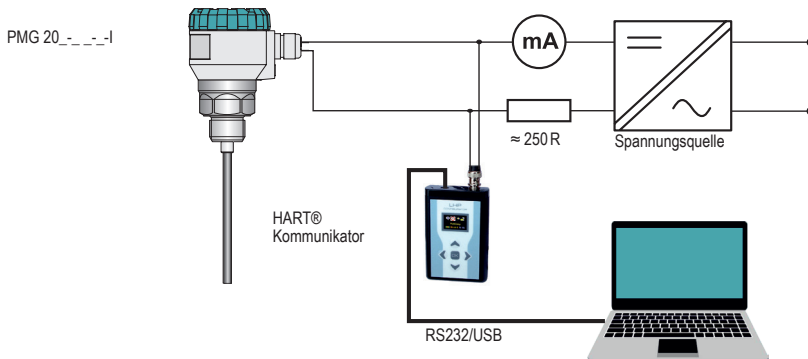

Abb. 28: Anschluss der Peripherie-Geräte mit HART-Protokoll
Eine universelle Kommunikationsschnittstelle für die Kommunikation der Peripherie-Geräte mit dem Produkt. Die Datenkommunikation erfolgt über die gleiche Leitung wie das Analogsignal 4 ... 20 mA. Zum Einstellen des Füllstandsmessers und Erfassung der Messdaten ist ein HART-Kommunikator erforderlich, über welchen direkte Kommunikation mit dem Füllstandsmesser erfolgen kann oder wodurch die Kommunikation mit einem Peripherie-Gerät vermittelt werden kann, siehe Abb. 28.
2. Die Stabelektrode mit einer geeigneten Metallsäge kürzen und das Elektrodenende abschleifen. Die Länge der Elektrode muss um 7 mm kürzer als das Maß „E“ in der Abb. 28 sein. Bei der Seilelektrode sind drei Stellschrauben auf dem Gewicht zu lösen und das Seilende herauszuziehen, siehe Abb. 31. Überprüfen Sie die Seillänge nach dem Kürzen – Seil im Gewicht im Abstand von ungefähr 60 mm. Seil am besten mit einem Seitenschneider kürzen. Darauf achten, dass das Seilende nicht ausfranst.